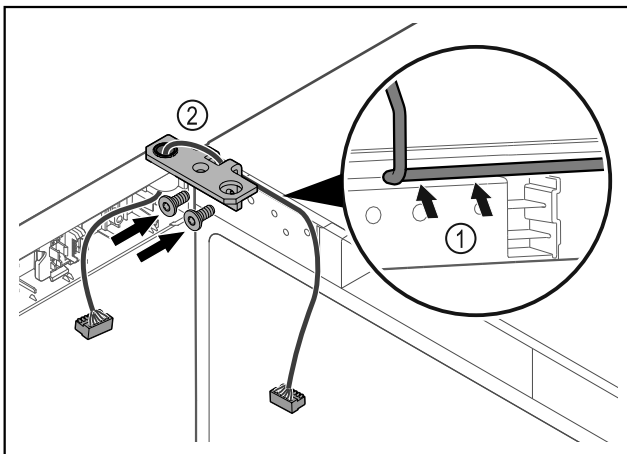

Fig. 42
- Ved'te kabel skrz vybrání úhelníku závěsu a opatrně jej položte Fig. 42 (1).
- Našroubujte úhelník závěsu Fig. 42 (2).